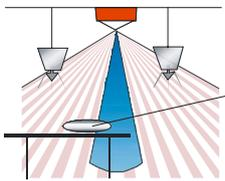

Bild 7
- Durch Variieren von Kunstlicht und Jalousie die Helligkeit einstellen, bis sie auf der Arbeitsfläche dem gewünschten Wert entspricht (Bild 7).
- Adjust the brightness by varying the artificial light and shutter/blind until it corresponds to the desired value on the workspace (Figure 7).